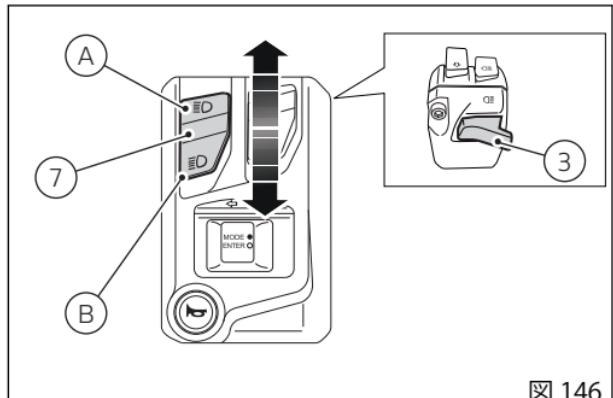

図 146
ロービームランプが点灯した場合、ボタン(7、図 146) のポジション (A) でハイビームランプも点灯するか、ボタン(3、図 146) でライトをフラッシュすることができます。
Key-ON した後にエンジンを始動しない場合でも、左側スイッチのボタン(7、図 146) をポジション (B) と (A) に押してロービーム / ハイビームランプを起動できます。ボタン(3、図 146) を押すとライトをフラッシュします。